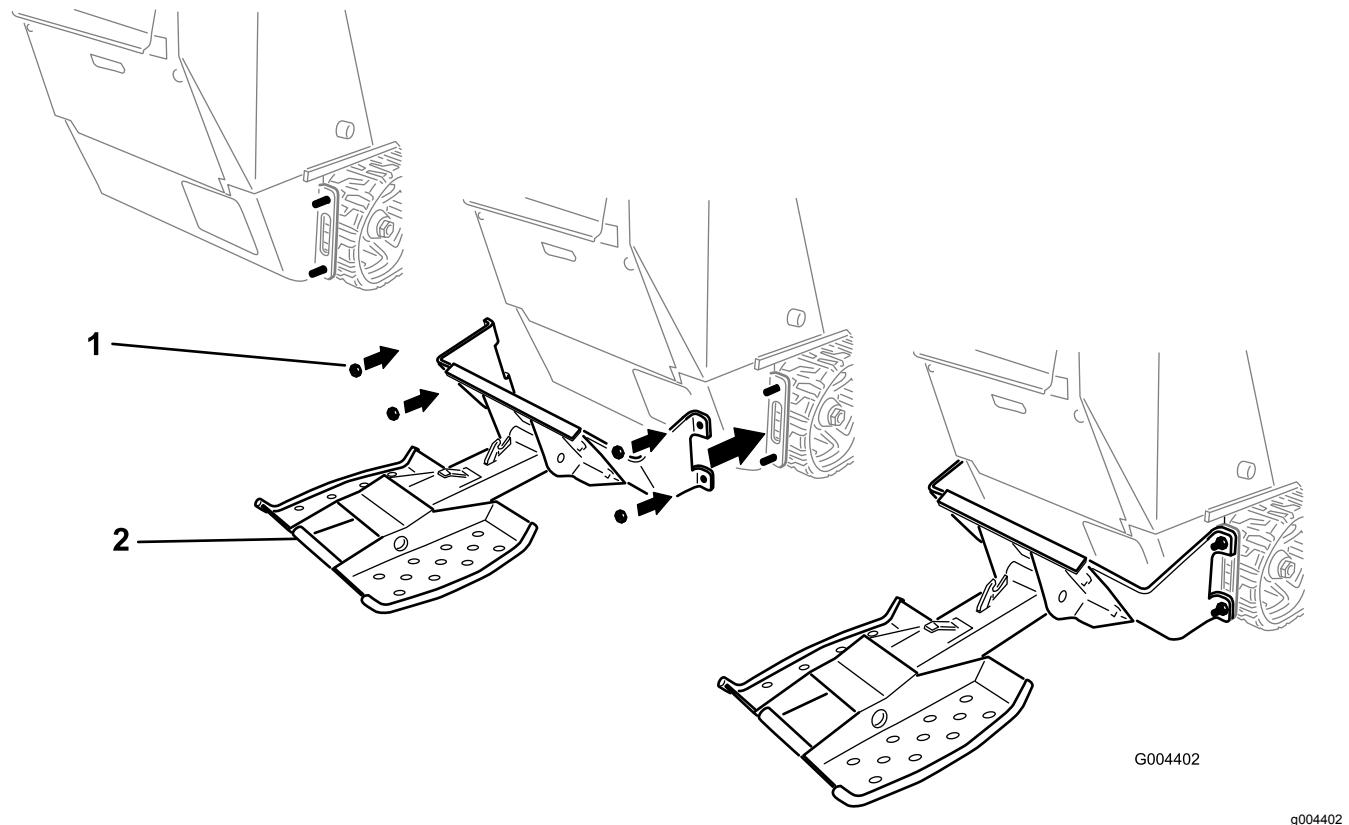

Figure 5
5. Placez les supports de montage sur les 4 boulons que vous avez insérés dans le panneau arrière et fixez-les avec 4 écrous ($\frac{1}{2}''$), comme montré à la Figure 5 . |